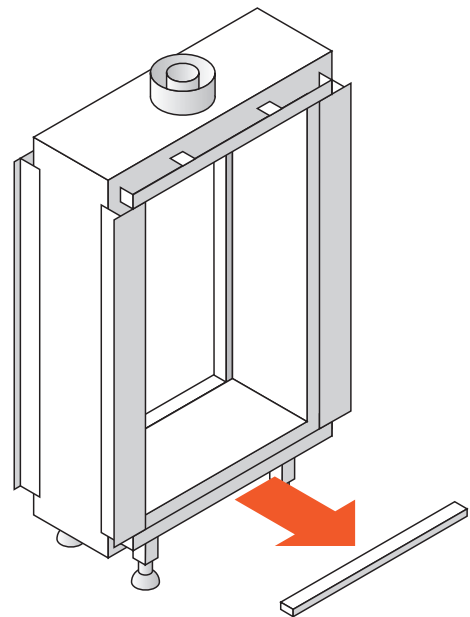

Abb. 9.3 Abneme die untere Verkleidung
- Nehmen sie die obere Verkleidung ab (Abbildung 9.3).